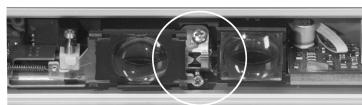

Figure 5.2 Montage module maître / module esclave
- Veillez à ce que le mandrin du support du module s'engange correctement dans le perçage du châssis. La patte du châssis doit être visible au centre du support de module. (figure 5.2 cercle)